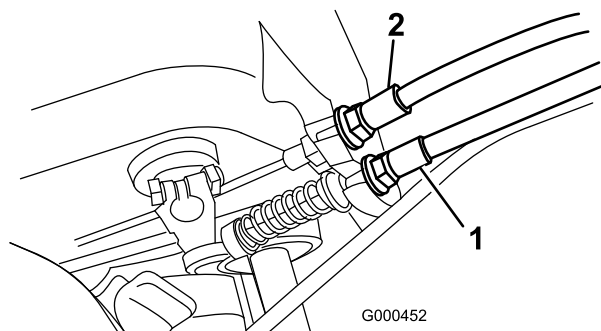

図 29
2. ブレーキ・ケーブルの前ジャム・ナットをゆるめ、後ジャム・ナット（図 29）を締めてケーブルの張りを出し、5.0～6.0 kgの力でブレーキが作動するようにする。力の計測はレバー・ノブの部分で行う。ブレーキ・バンドが締めりっぱなしにならないよう注意すること。